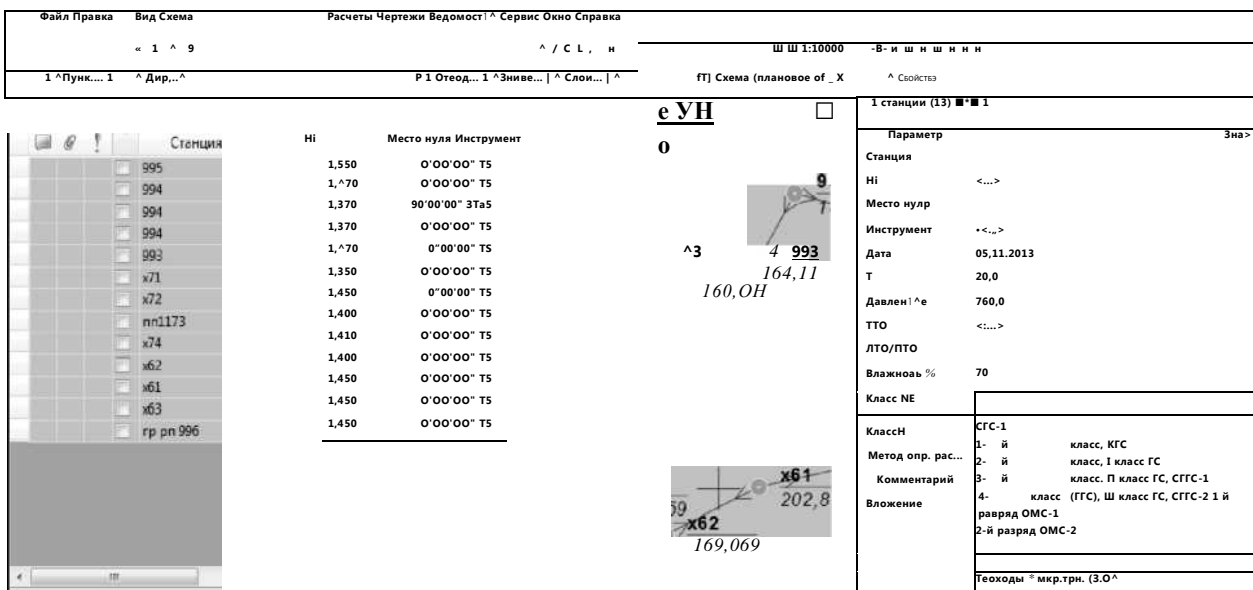

Рис. 7.3
3. Настройте параметры точности геодезических построений. Для этого перейдите на вкладку Станции, затем выделите все станции и в окне свойств (Вид/Свойства) назначьте точность класс NE - теододы и мкр. трн.(1.0), (рис. 7.3)